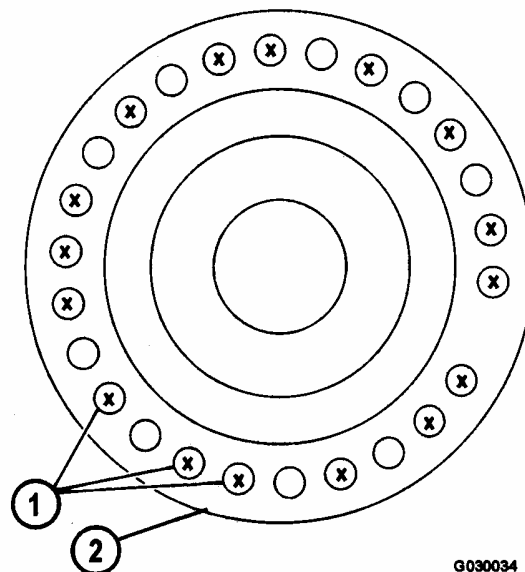

FIGURA 3-5. HERRAMIENTA DE DESMONTAJE DEL HUSILLO
10. Retire 16 pernos que conectan el brazo (5) como se indica a continuación:
- a. Consulte la Figura 3-5. Retire los pernos en el brazo de dirección designado por una "X".
12. Instale los pernos restantes en los orificios marcados con una "X" (Figura 3-5). Aumente progresivamente el torque en un patrón circular hasta que el pistón ahusado se suelte, o se alcance un torque de **2142 N.m (1580 ft. lbs.)**.